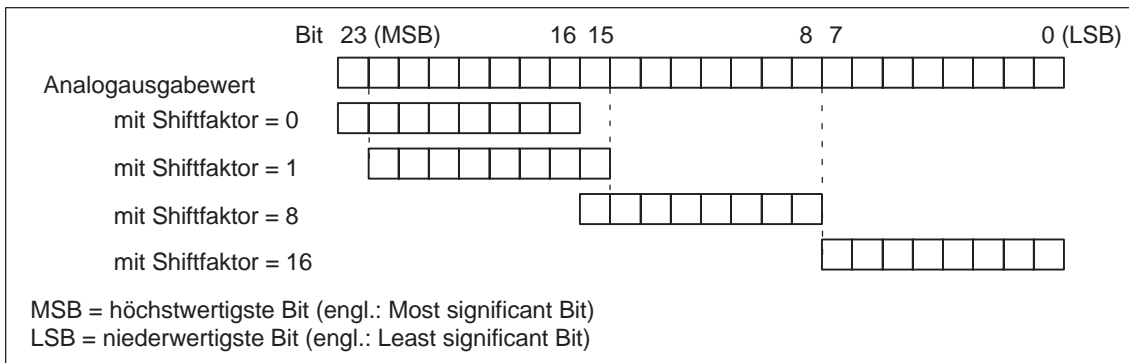

Bild 7-9 Shifffaktor bei Analogausgabe von 24 Bit-Signalen
- Shiftfaktor (siehe Bild 7-9 und 7-10)